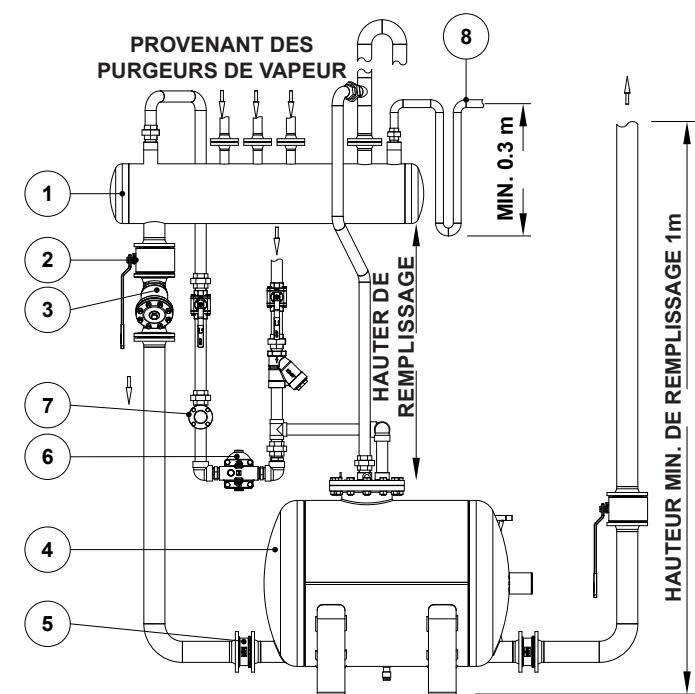

Fig. 1
**INSTALLATION:** Installation horizontale. Un exemple est illustré à la figure 1. Voir IMI – instructions d'installation et d'entretien.
4. Tête de remplissage disponible (voir Fig. 1) en mm ou toute autre dimension permettant de la déterminer.